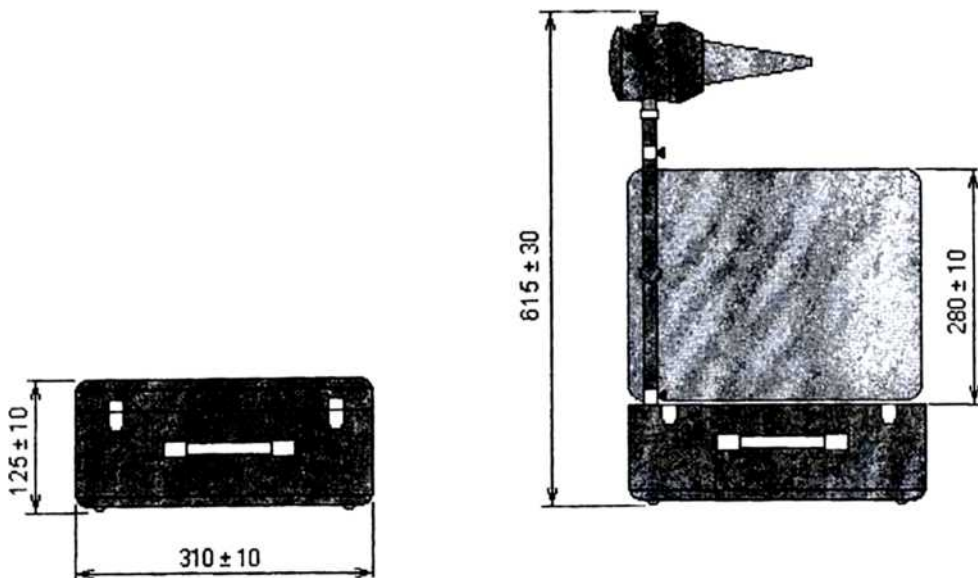

Рисунок 1. Облучатель УФ-коротковолновый для одиночных локализованных облучений переносный БОП-01/27-НанЭМА. Габаритные размеры.
1.1. Облучатель (рис.1) предназначен для проведения местных, полостных и контактных облучений слизистых оболочек носоглотки, миндалин и небольших участков кожи с лечебными и профилактическими целями ультрафиолетовым спектром излучения с длиной волны 230-290 Нм в физиотерапевтических кабинетах.